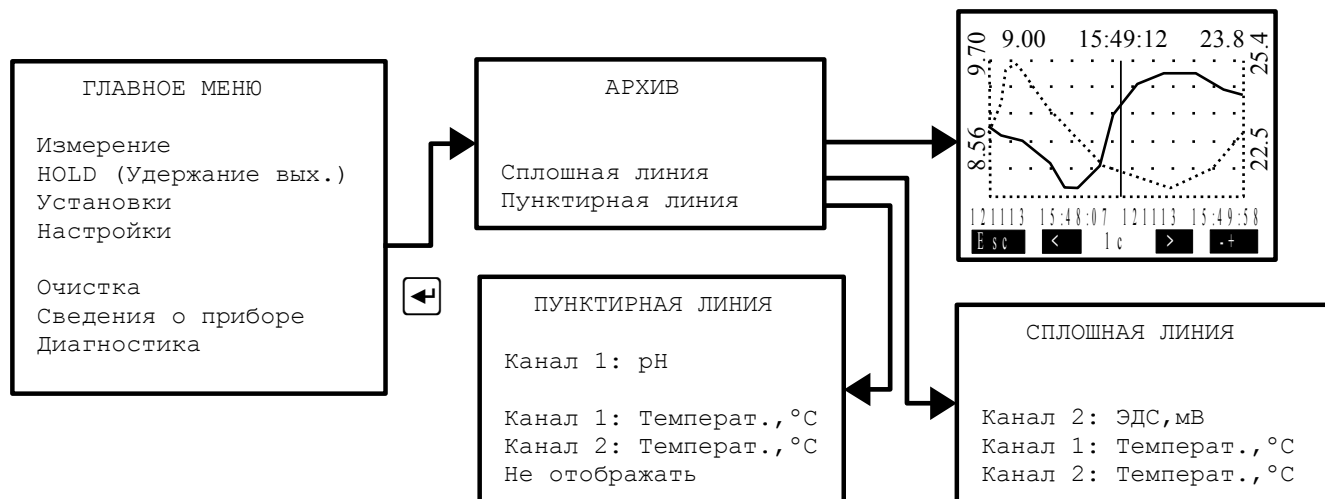

Рисунок 18 - Структура меню «АРХИВ»
3.3.5.3 Архивные данные можно посмотреть на дисплее ИП (Рисунок 18, Рисунок 19).